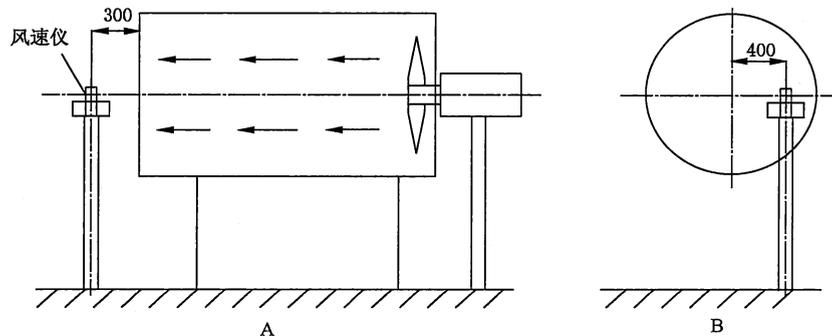

图 2 风速仪位置图
6.1.1.1 试验前先将抗风强度测试仪的速度用风速仪进行调整,直到风速达到规定值为止(风速仪放置位置见图 2),调整调频旋钮,将风速调至 0 m/s。
6.1.2.1 将抗风强度测试仪的速度用风速仪进行调整,直到风速达到规定值为止(风速仪放置位置见图2),调整调频旋钮,将风速调至0 m/s。
6.2.1.1 将抗风强度测试仪的速度用风速仪进行调整,直到风速达到规定值为止(风速仪放置位置见图2),调整调频旋钮,将风速调至0 m/s。
6.2.2.1 将抗风强度测试仪的速度用风速仪进行调整,直到风速达到规定值为止(风速仪放置位置见图 2),调整调频旋钮,将风速调至 0 m/s。